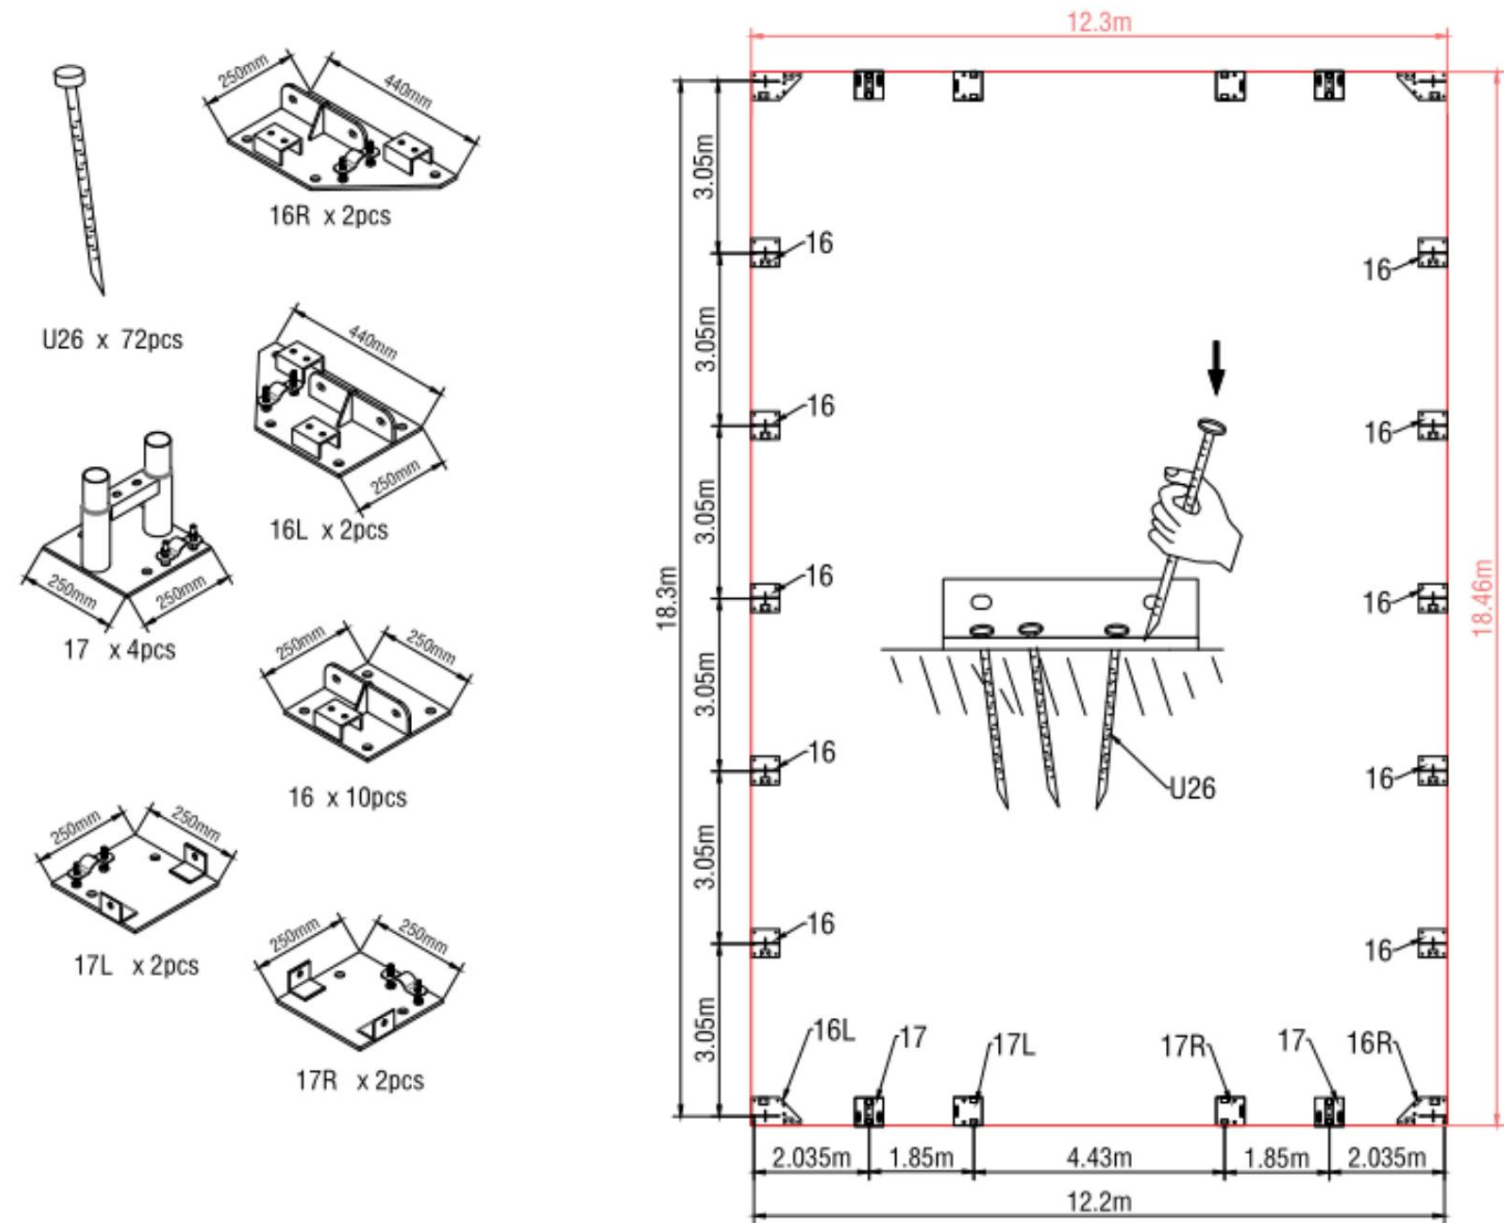

Figure 1
2. Veuillez vous référer au schéma (Figure 1) pour placer les plaques de base.
3. Comme le montre la figure 1, chaque plaque de base est équipée de 4 piquets (n° U26) ou de vis d'expansion